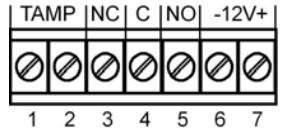

Fig. 4 Morsettiera I Terminal block I Bloque de terminales I Plaque à bornes
8. Connect wire to terminal block. (Fig. 4)
Terminal Block Connections (See Fig. 4)
8. Conectar los cables en los bloques de terminales (Fig. 4).
Conexiones del bloque de terminales (véase la Fig. 4)